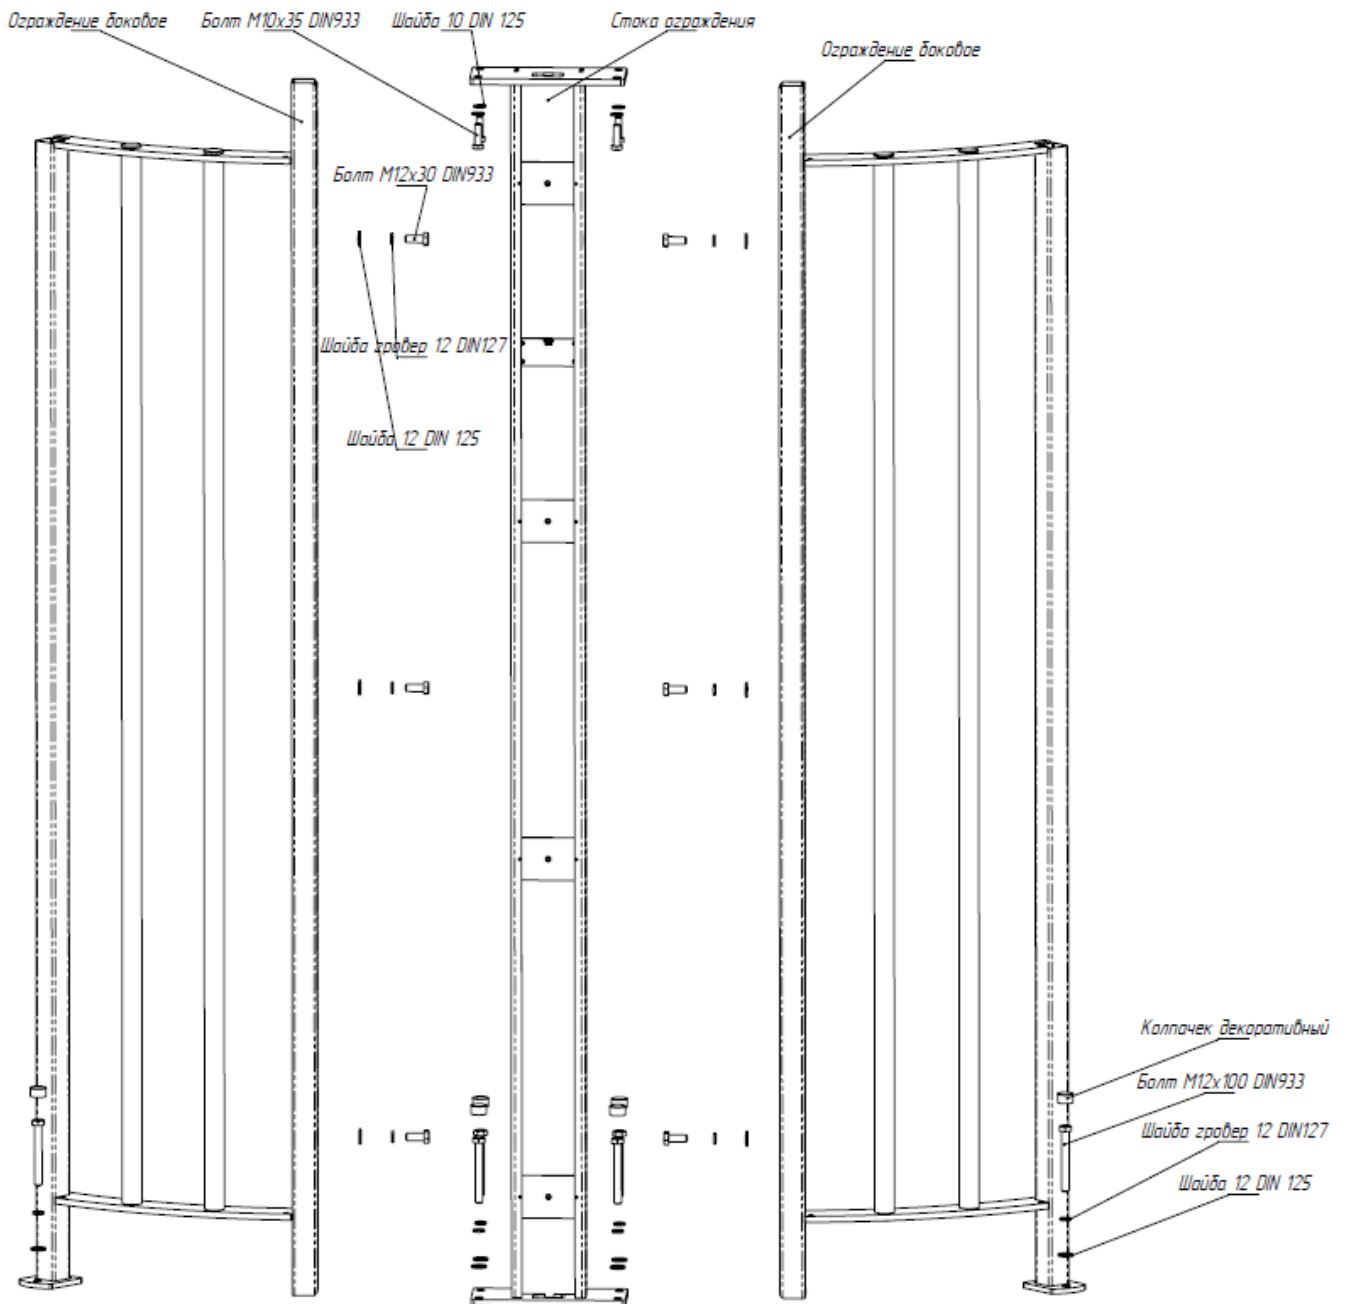

Рисунок 9 – Установка неподвижных элементов ограждения
4.2.9 Рисунок 9 – установить и закрепить неподвижные элементы ограждения турникета, используя анкера, закрутив их в соответствующие отверстия, используя ключ 19 мм. Установить пластиковые колпачки на головки болтов крепления.